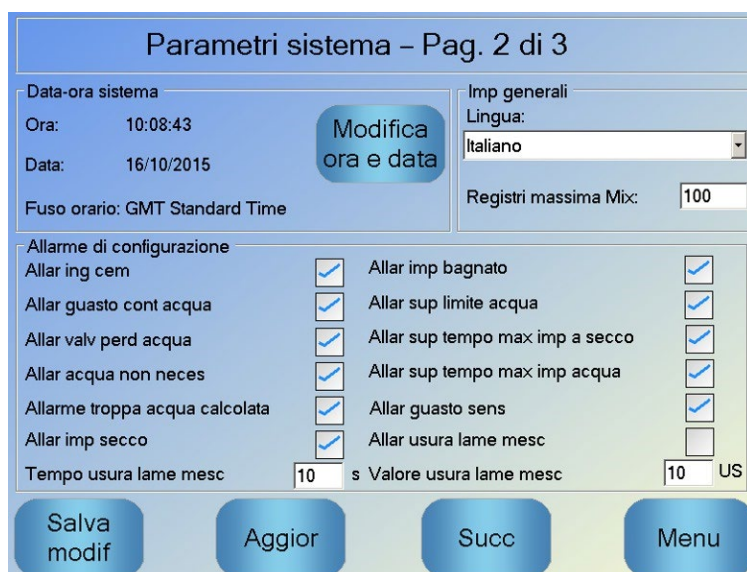
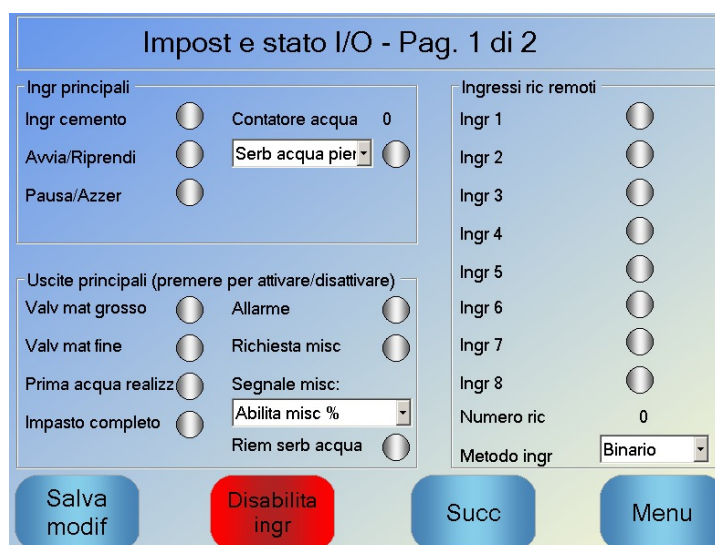

Figura 30: Pagina 2 della schermata Parametri sistema
Figura 31: Pagina 1 della schermata Impost e stato I/O
Gli allarmi possono essere abilitati, disabilitati e configurati sulla pagina 2 della schermata Parametri sistema, come illustrato nella Figura 30. Quando si procede alla risoluzione degli allarmi, occorre controllare innanzitutto i collegamenti elettrici e i moduli di ingresso e uscita OPTO correlati per escludere che siano all'origine del guasto. Gli ingressi e le uscite possono essere controllati mediante la schermata Impost e stato I/O, illustrata nella Figura 31.
- Verificare il funzionamento del misuratore dell'acqua. Per controllare l'ingresso, andare alla schermata Impost e stato I/O illustrata nella Figura 31 e verificare che il misuratore dell'acqua mostri un valore crescente quando le valvole sono aperte.